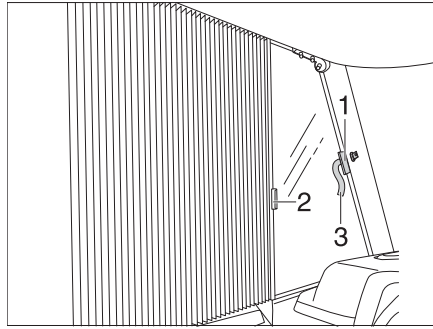

Fig. 80 Dispositifs occultants plissés pour les fenêtres côté conducteur et passager
- Ouvrir la fermeture Velcro des boucles de sécurité (Fig. 80,3) des deux côtés.
- Saisir le dispositif occultant plissé successivement par les poignées (Fig. 80,1 et 2) et les tirer prudemment pour les rapprocher jusqu'à ce que la fermeture magnétique maintienne fermé le dispositif occultant plissé.
- Repousser prudemment les dispositifs occultants plissés par les poignées (Fig. 80,1 et 2).
- Fixer le dispositif occultant plissé avec la fermeture Velcro de la boucle de sécurité (Fig. 80,3).